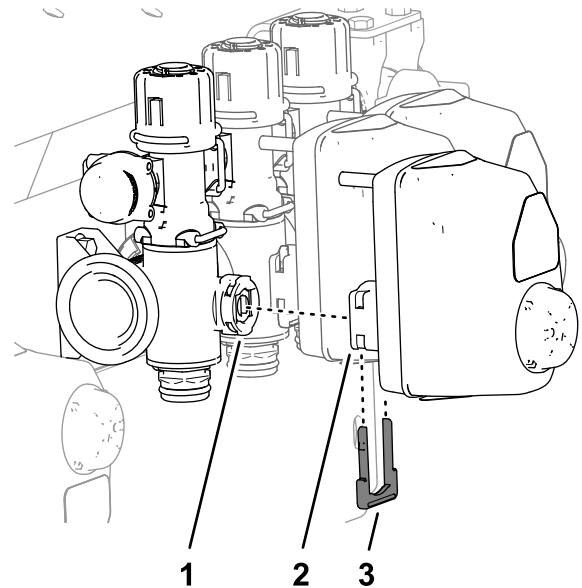

Figura 48
1. Retire o fixação que segura o acionador à válvula do coletor do conjunto da válvula de secção (Figura 48).
2. Retire o acionador da válvula do coletor (Figura 48).